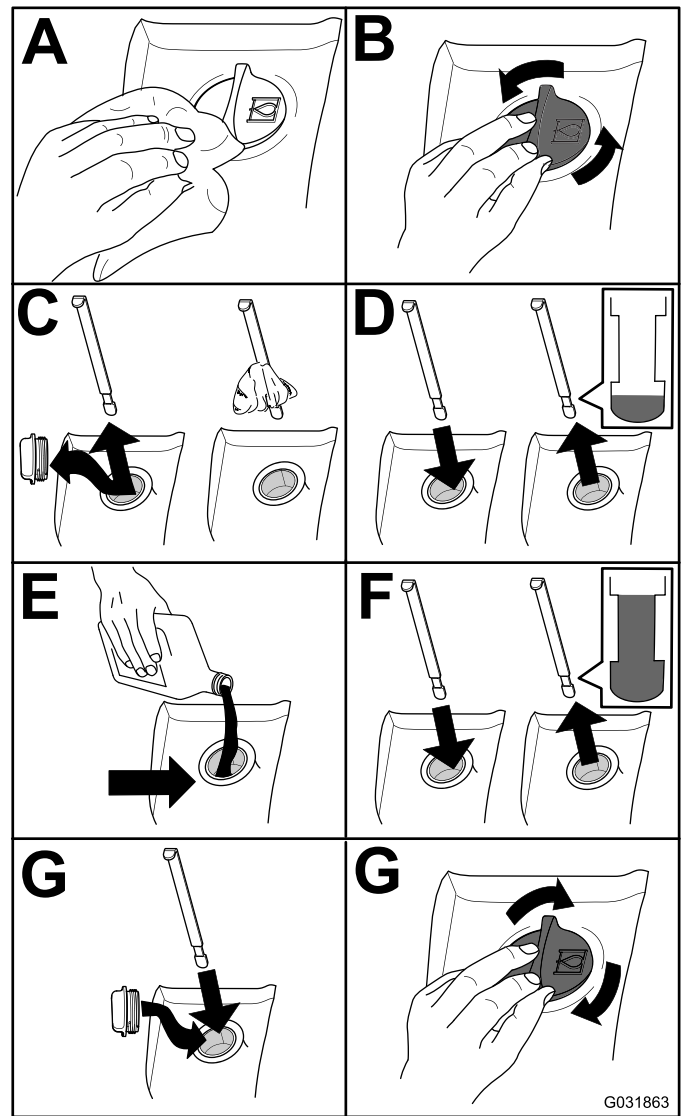

Figura 75
2. Compruebe el nivel de fluido hidráulico (Figura 75).